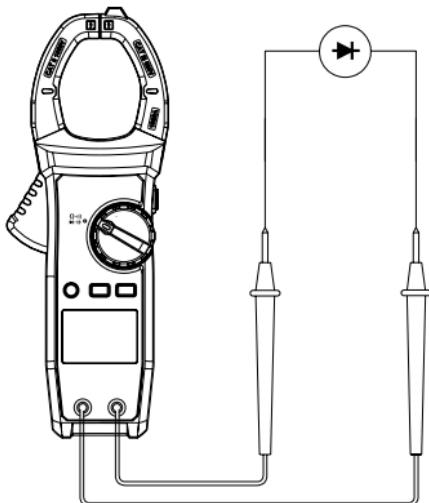

Рис.9 Проверка диода
- Установите переключатель на $\rightarrow\downarrow$, нажмите SELECT, для выбора режима проверки диода \rightarrow . Подсоедините щуп красного тестового провода к аноду (+) проверяемого диода, а чёрный – к его катоду (-) (см. рис. 9).